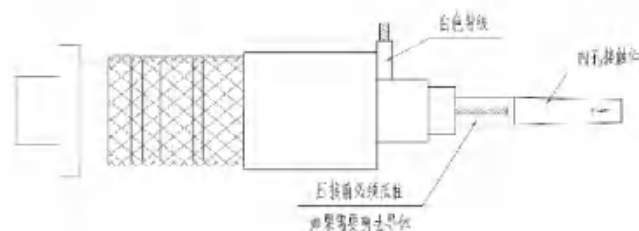

图 4.4-10
④ 如图 4.4-10 所示, 将蓝色导线的内导体装入中心插孔接触件, 通过观察孔必须看到导体。接触件应抵住绝缘体尾部, 绝缘体尾部应抵住金属套环。使用表 1-4 所示的压接工具 M22520/2-01 和定位器 M22520/2-37 (K709) 将中心插孔接触件压接到蓝色导线。